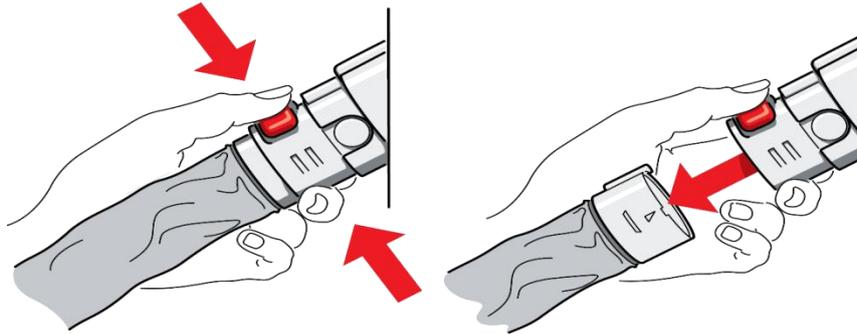

Abb. 14: CPR-Notfall - Entleeren der Matratze
- Drücken Sie die **CPR-Taste**, um den Konnektor zu trennen (Abb. 14). Die Matratze entleert sich.